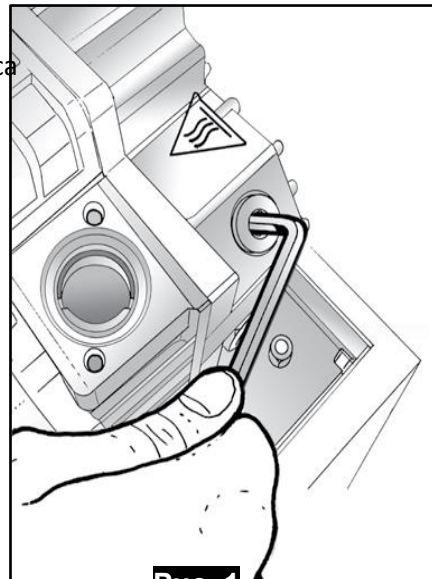

Рис. 1
- 6) Ключом для винтов открутите масляную крышечку на верхней части насоса (Рис. 1)